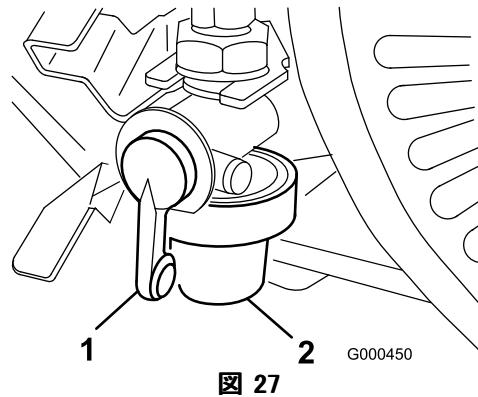

図 27
1. 燃料バルブを閉じて、フィルタのボディーからボウルを外す（図 27）。